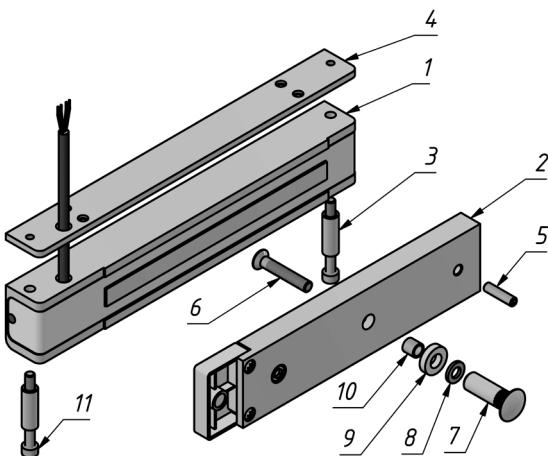

Рисунок 1 – Комплект поставки замка
3.1 Комплект поставки (рисунок 1):
4.5 Винт крепления якоря (поз.6 рис.1) необходимо затянуть с усилием, достаточным для исключения его отворачивания в процессе эксплуатации.